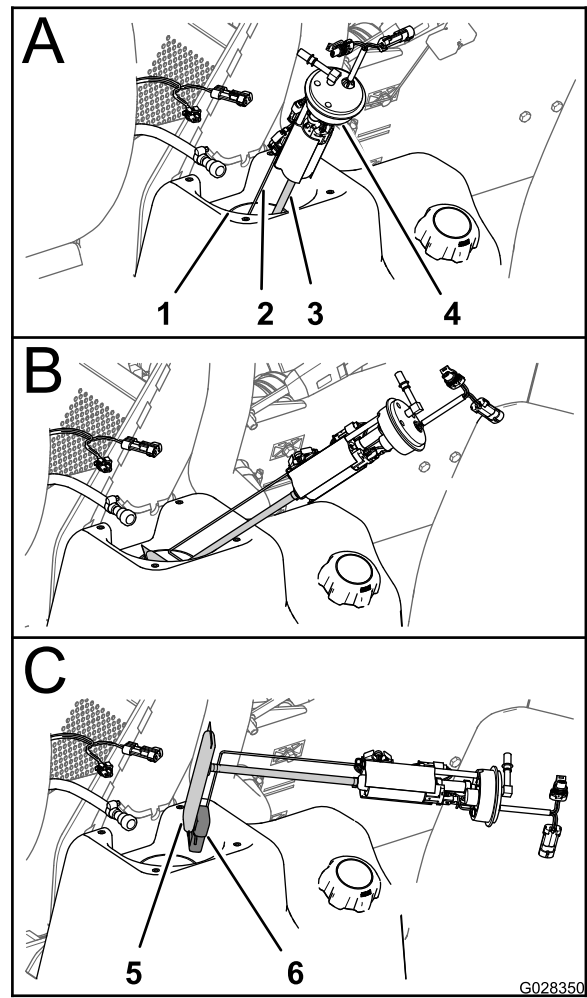
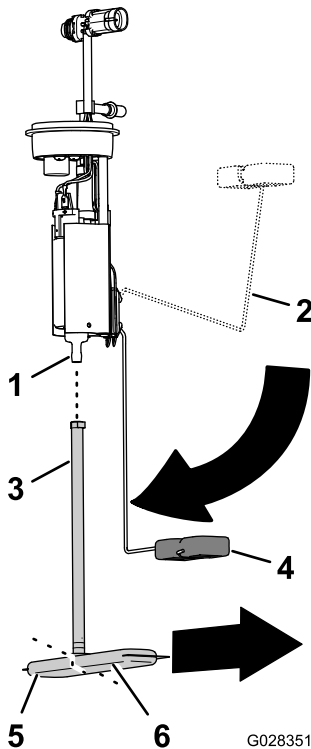

Figure 72
Figure 73
6. Soulevez et tournez avec précaution la pompe à carburant/transmetteur pour l'extraire du goulot du réservoir de carburant (Figure 72).
1. Détachez du raccord de la pompe à carburant le tube d'aspiration du filtre à carburant (Figure 73).
2. Alignez le tube d'aspiration du nouveau filtre à carburant et le raccord de la pompe à carburant (Figure 73).
3. Alignez la longue patte du filtre à carburant sur le flotteur quand le bras du flotteur à la position vide (Figure 73).
4. Insérez le raccord de la pompe à carburant dans le tube d'aspiration jusqu'à ce que le raccord soit parfaitement engagé (Figure 73).
1. Soutenez le bras de flotteur et le tube d'aspiration ensemble, et glissez le flotteur et le filtre à carburant dans l'ouverture du réservoir de carburant (Figure 72).
2. Insérez la pompe à carburant/transmetteur dans le goulot du réservoir (Figure 72 et Figure 73).
3. Placez l'écrou et le joint par dessus la pompe à carburant/transmetteur et sur le goulot du réservoir de carburant, et serrez l'écrou à la main (Figure 72).
4. Branchez le raccord du flexible de carburant au raccord de la pompe à carburant (Figure 72).
5. Rebranchez le connecteur à 2 douilles du faisceau de la machine au connecteur à 2 broches de la pompe à carburant/transmetteur; rebranchez le connecteur à 2 broches du faisceau de la machine au connecteur à 2 douilles de la pompe à carburant/transmetteur (Figure 72).